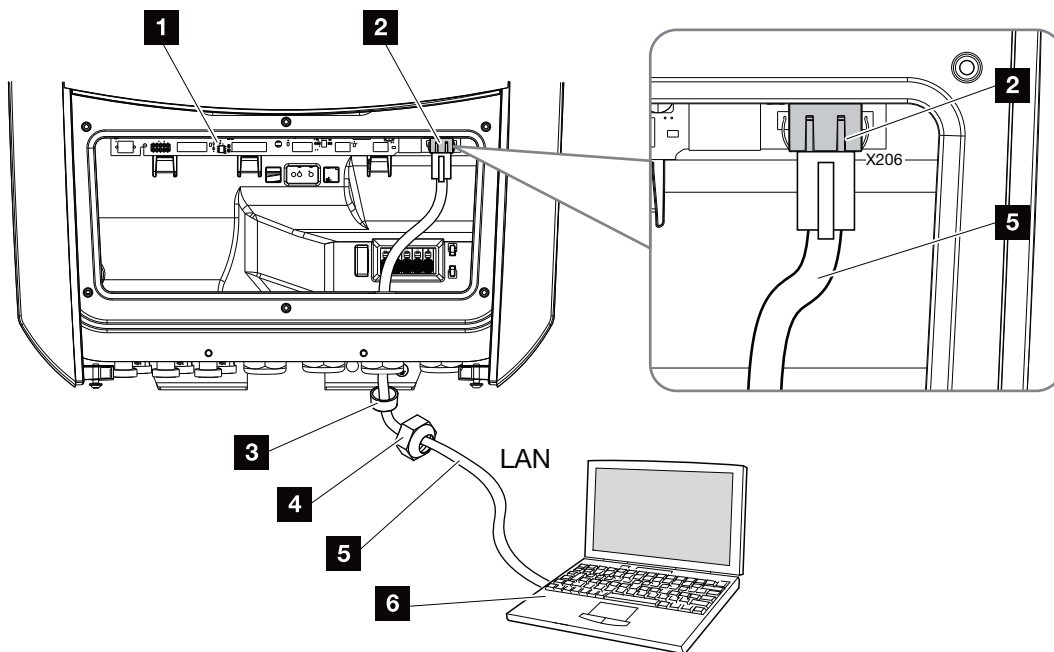

Abb. 34: Wechselrichter und Computer mit Ethernet-Kabel verbinden
3. Ethernet-Kabel an die LAN Schnittstelle des Smart Communication Board anschließen. 📄 Abb. 34 Pos. 2